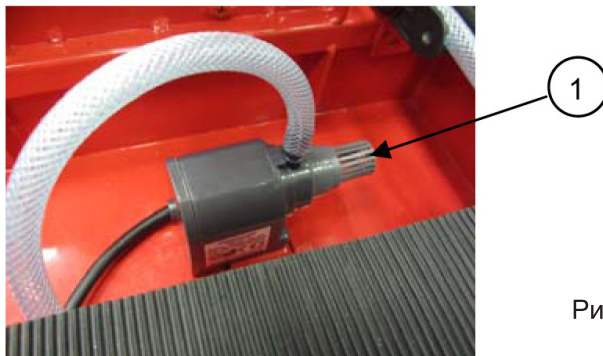

Рис. 12
1. Заполните поддон водой так, чтобы насос (1) (Рис.12) был полностью погружен в воду.